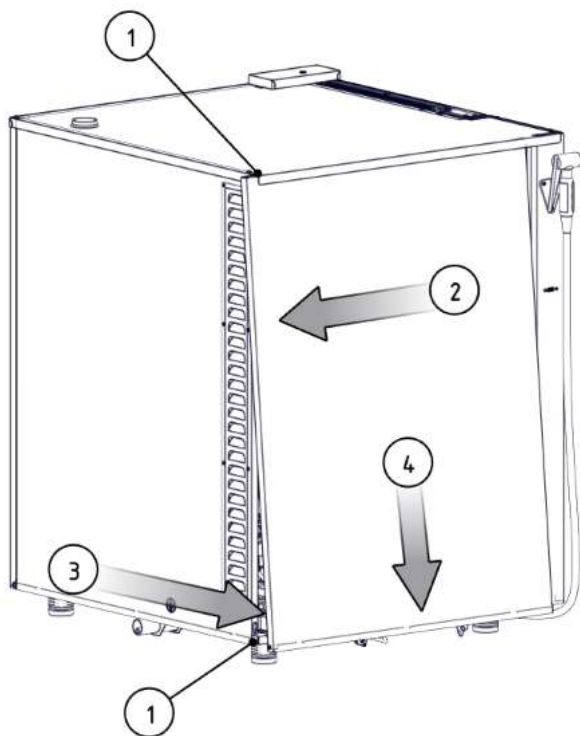
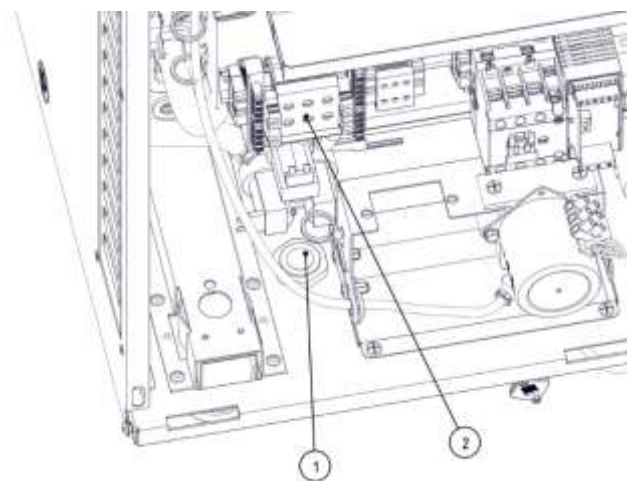

Рис. 33 – Снятие левой стенки
Рис. 34 – Замена шнура питания
3. Снять левую стенку открутив 2 винта (поз.1, рис. 33) и выполнив последовательно действия, обозначенные 2,3 и 4
4. Отсоединить шнур от колодки (поз.2, рис. 34) и ослабив кабельный ввод (поз.1, рис. 33) вынуть повреждённый шнур питания.